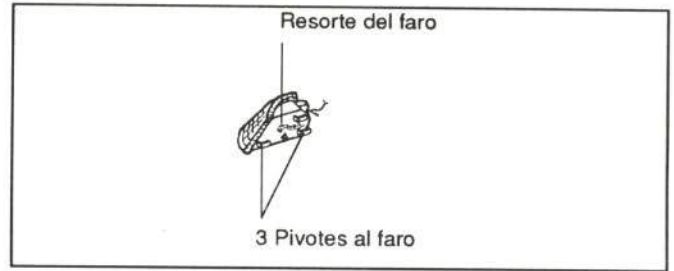

Figura 11.- Unión del piloto delantero
- Pilotos delanteros (figura 11).
- Pilotos delanteros (figura 11)